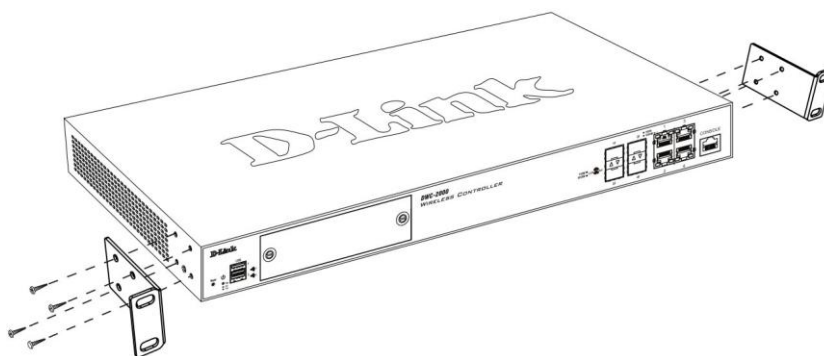

Рис.5
1. Прикрепите скобы к каждой из сторон шасси, зафиксировав их при помощи винтов, входящих в комплект поставки, как показано на рис. 5.